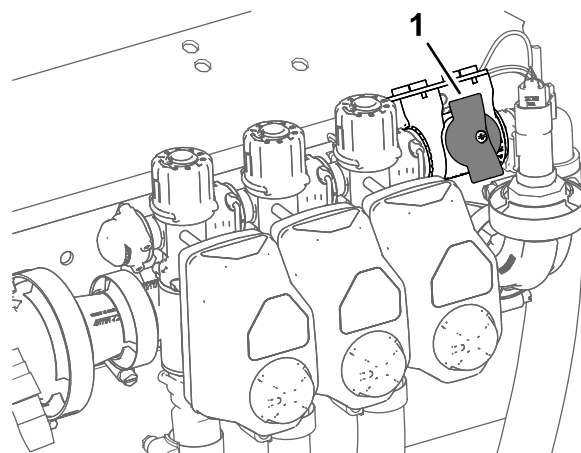

Figure 48
4. Pour les machines fonctionnant en mode débit d'application, vérifiez que la vanne de coupure de dérivation de section à la position fermée (Figure 48).
5. Pour les machines fonctionnant en mode débit d'application, vérifiez que la vanne de coupure de dérivation de section est fermée (Figure 48).